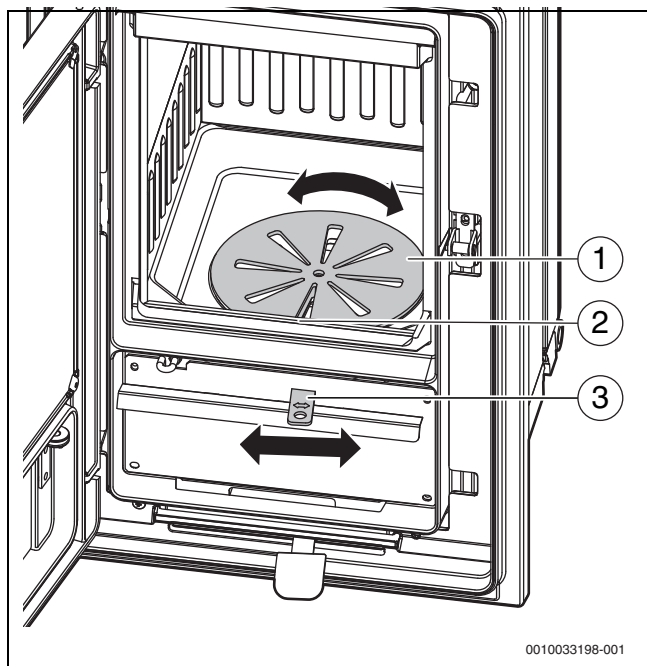

Bild 13 Rost bewegen
► Primärluftöffnungen (→ Bild 13, [2], Seite 13) prüfen und bei Bedarf mit einem spitzen Gegenstand reinigen.